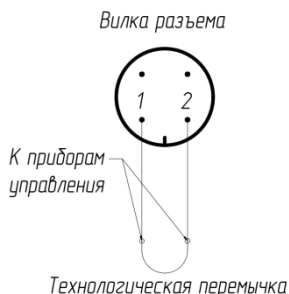

Рис. 4. Схема подключения МПП к линии пуска.
6.6.4. Отстыковать розетку с технологической перемычкой (рис.4).